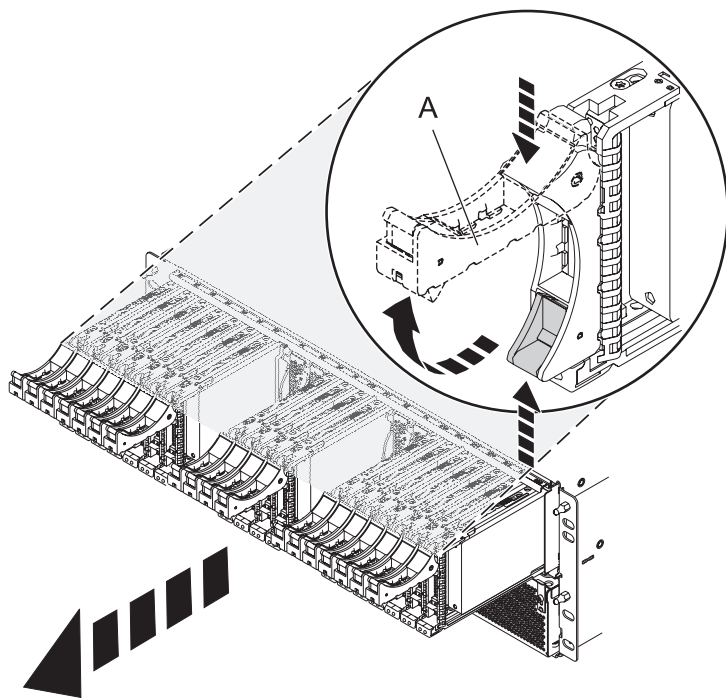

Figura 81. Extracción de las unidades de la placa posterior
4. Extraiga las unidades y los paneles de relleno como se muestra en Figura 81.
- a. Presione el mecanismo de cierre de la unidad y tire del asa (A) para soltar la unidad.